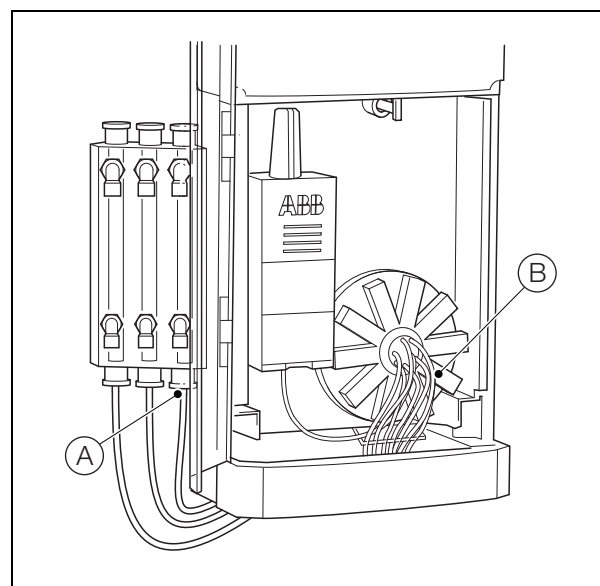

Abb. 13.4 Austauschen von Probenrohren
1. Siehe Abb. 13.4:
- b. Trennen Sie das Rohr von der Basis des Probeneinlasskopfes (A), und entsorgen Sie es.
- d. Verlegen Sie das Rohr wie in Schritt a festgehalten, und schließen Sie das andere Ende an den S1-Ventilanschluss (B) am Ventilblock an.